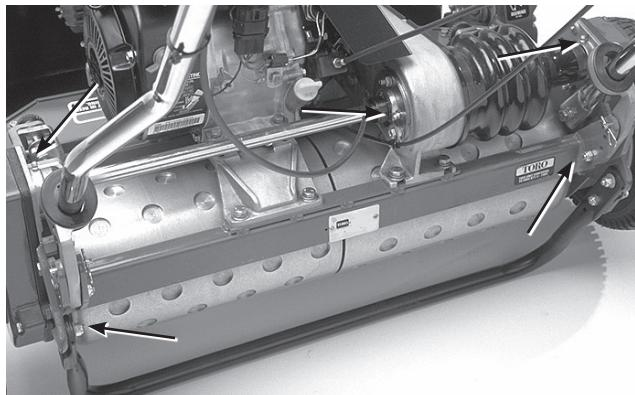

図25
- ドラムの軸（2ヶ所）（図25）
- デファレンシャル（3ヶ所）（図25）